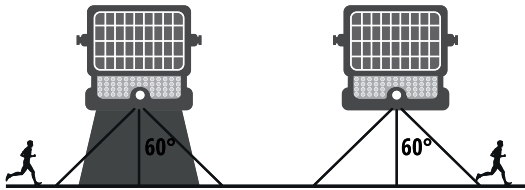

Abb. 8. Die Position des Netzschalters.
**Die Betriebsart des Sensors ist so programmiert, dass der Scheinwerfer nach Einbruch der Dämmerung aktiviert wird und während der Morgendämmerung deaktiviert wird.** Die Sensorbetriebsart wird durch einen weißen Einschaltknopf aktiviert. Dieser Knopf befindet sich unter dem Panel des LED-Moduls, und der Ort seines Auftretens wird durch den grünen Kreis in Abb. 8 unterschieden.